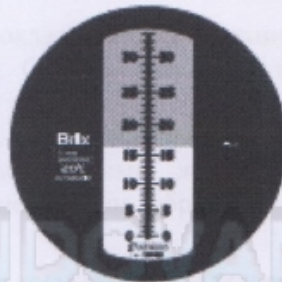

Рис. 6
- 5) Измеренное значение находится на пересечении линии границы со шкалой (Рис. 6).